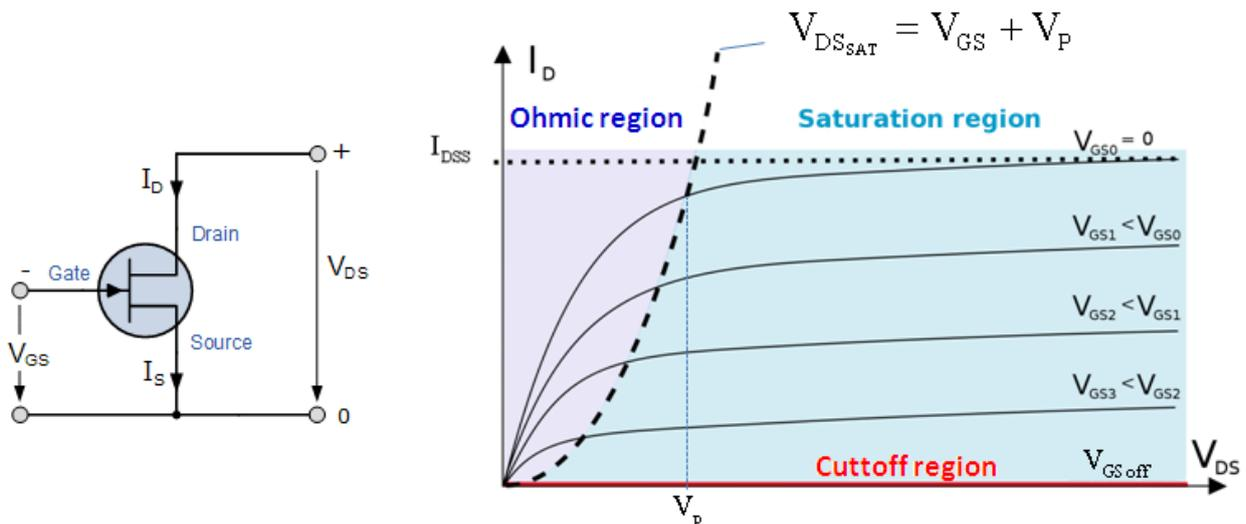

Fig. 9 Symbole et caractéristique de sortie typique d'un JFET.
La caractéristique typique d'un transistor JFET à canal N est donnée ci-dessous (Fig. 9):
La Fig. 9 définit les quatre zones de travail d'un JFET :
- La **zone de claquage** (EN: breakdown region): La tension  $V_{DS}$  entre le drain et la source est suffisamment haute pour créer un claquage du canal résistif. Le courant  $I_D$  augmente alors de manière incontrôlée. Cette région n'est pas indiquée sur la Fig. 9. Elle se situerait sur la partie droite.